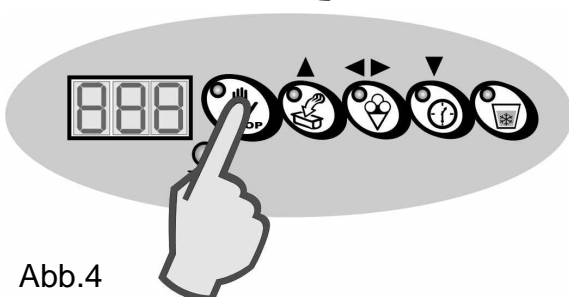

Abb.4
8. Um die Programmierung zu verlassen und die Änderungen zu speichern, drücken Sie die Taste "STOP". (Abb. 4)